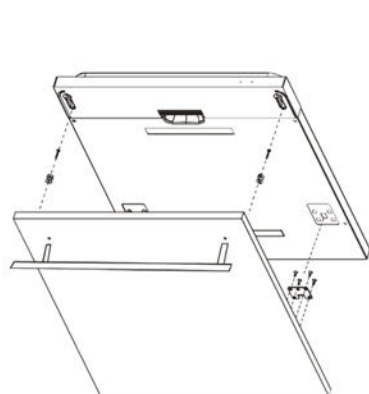
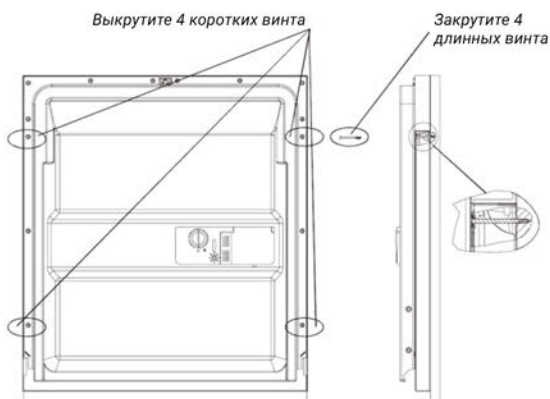

Рис. 4
Рис. 5
2. Установите крюк на внешней панели и вставьте его в отверстие на дверце посудомоечной машины (рис. 4). Установив панель, закрепите ее на дверце машины при помощи гаек и болтов (рис. 5).